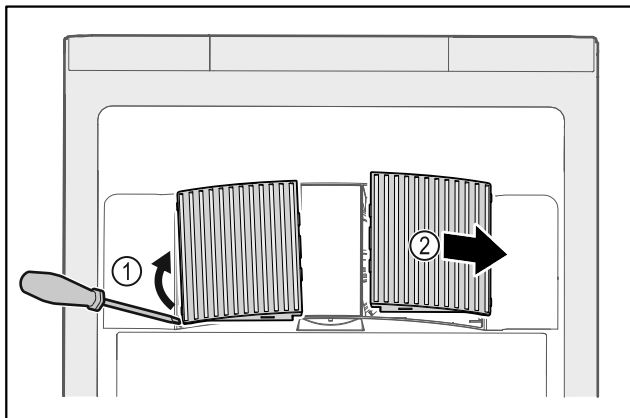

Fig. 172
- ▶ Z boku opatrně vytáhněte ventilátorové kryty Fig. 172 (1) a sejměte je směrem dopředu Fig. 172 (2).